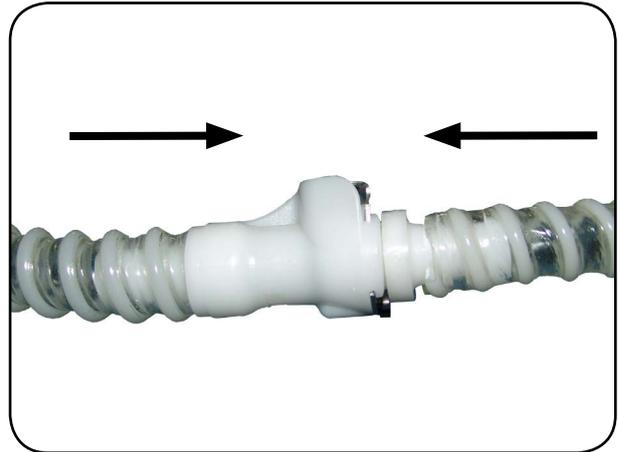

Abbildung 16
12. Wenn die optimale Druckeinstellung erreicht ist, achten Sie darauf, dass die 3 statischen Kopfzellen jetzt den maximalen Druck haben (siehe Kapitel **7.6 Statische Kopfzellen**). Daher verringern Sie den Druck der 3 statischen Kopfzellen durch kurzzeitiges Öffnen des CPR-Ventils (siehe Abbildung 16) bis sie ungefähr dem Druck der befüllten Zellen, die in den Wechseldruckzyklus mit eingebunden sind, entsprechen.
2. Stecken Sie sofort die beiden Enden der Versorgungsschläuche ineinander, bis sie hörbar einrasten (siehe Abbildung 16).
3. Stecken Sie sofort die beiden Enden der Versorgungsschläuche ineinander, bis sie hörbar einrasten (siehe Abbildung 16).
CPR-Ventil ist offen	Schließen Sie das CPR-Ventil (Abbildung 16).